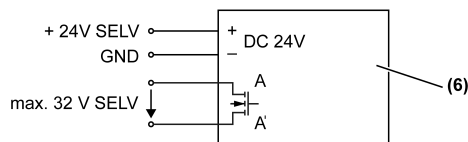

Imagen 4: Conexión general
- (Imagen 4) (6) Detector de movimiento "mini" básico